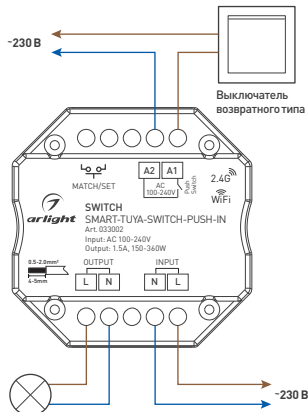

Рисунок 1. Схема подключения контроллера-выключателя SMART-TUYA-SWITCH-PUSH-IN
- 3.2. Подключите контроллер-выключатель согласно схеме на рис. 1.